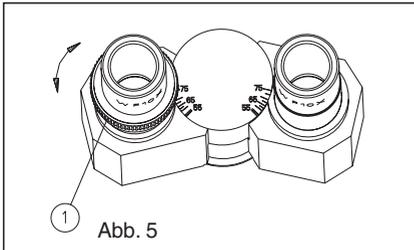

Abb. 5
Setzen Sie das Präparat auf den Objektisch. Drehen Sie das 40X-Objektiv in die Arbeitsposition. Beobachten Sie erst die rechte Säule mit dem rechten Augen und stellen Sie das Bild mit dem Rändelschraube für die Grob-Feinfokussierung scharf. Beobachten Sie dann die linke Säule mit dem linken Auge und stellen Sie die Dioptrie ① ein, bis das Bild scharf ist. (Abb.5)